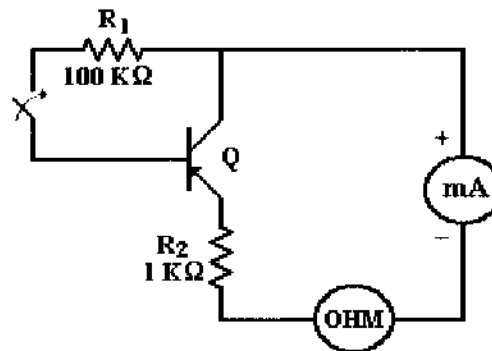

Figura 1.1
3.- Arme el circuito de la figura 1.1 para demostrar que el transistor es un amplificador de corriente. El proceso anterior se llevará a cabo con un TBJ PNP.